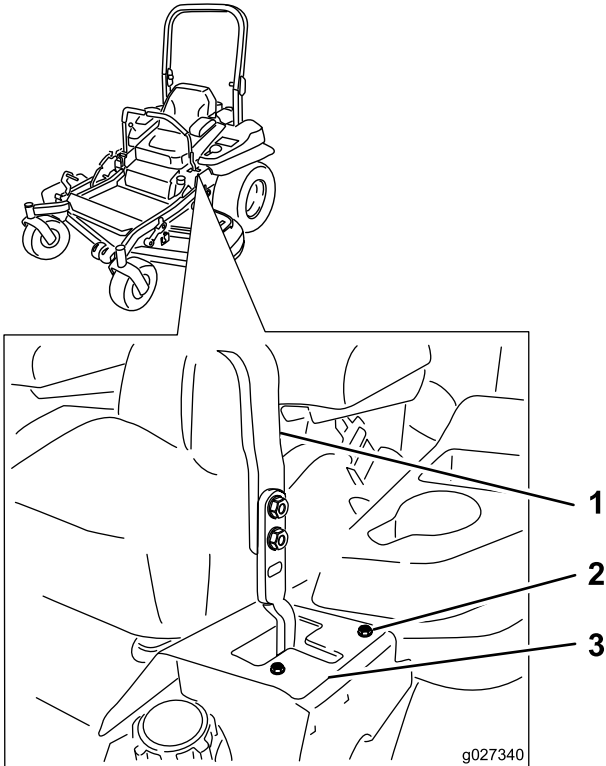

Bild 68
6. Wenn sie nach rechts zieht, lösen Sie die Schrauben und versetzen die linke Anschlagplatte am linken T-Schlitz nach hinten, bis die Maschine geradeaus fährt (Bild 68).
7. Wenn sie nach links zieht, lösen Sie die Schrauben und versetzen die rechte Anschlagplatte am rechten T-Schlitz nach hinten, bis die Maschine geradeaus fährt (Bild 68).
8. Ziehen Sie die Anschlagplatte fest (Bild 68).